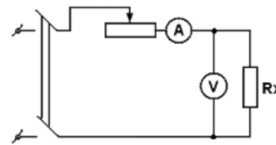

Рис. 2. Схема для измерения сопротивления
При использовании второй схемы (рис.2) показание амперметра I_a равно сумме токов в сопротивлении R_x и вольтметре I_v , следовательно, измеряемое сопротивление:
- 4.Аналогично провести замеры по схеме рис.2.